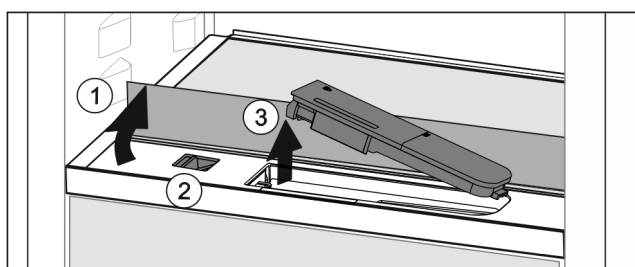

Fig. 43
- ▶ Glasplaat heffen en tot de aanslag naar achter klappen (zie Fig. 43 (1)).
- ▶ Schuif Fig. 43 (2) naar links schuiven.
- ▶ Waterreservoir eruit halen Fig. 43 (3).